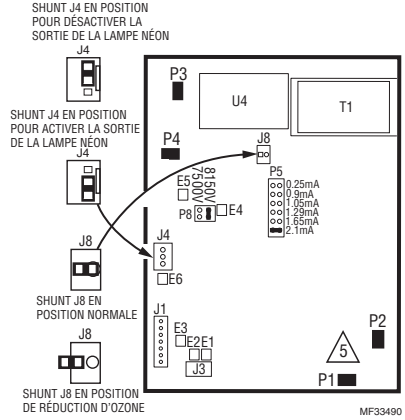

Fig. 8. Déplacer la tige de court-circuit J8 pour réduire la production d'ozone de 20 à 25 pour cent.
- d. Repérer la tige de court-circuit J8 sur le bloc d'alimentation. Voir la Fig. 8. Retirer la tige de court-circuit et la réinstaller sur une seule broche.